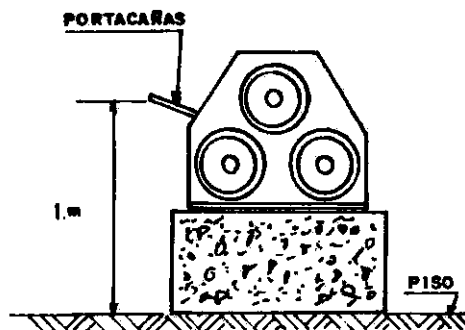

FIG. 11 . ALTURA DEL PISO AL PORTACAÑAS .
- La altura del piso a la entrada del portacañas debe ser de 1 metro (Fig 11).